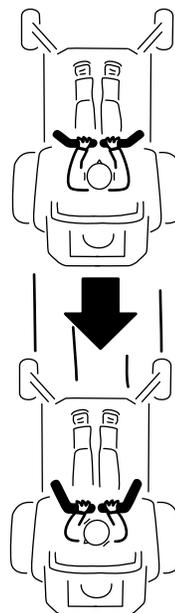

図 26
2. 後退するには、左右の走行コントロールレバーをゆっくりと後ろへ引く 図 26。